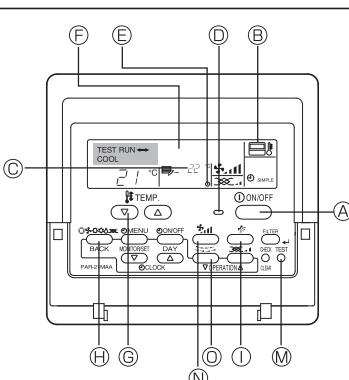

Fig. 7-1
7.2.1. ใช้รีโมทคอนโทรลแบบมือถือ (Fig. 7-1)
- ① กดปุ่ม Power ที่ปุ่มตั้งอุณหภูมิ 12 ชั่วโมง ท่อนทดสอบการทำงาน
- ② กดปุ่ม [TEST] 2 ครั้ง → หน้าจอแสดงตัวชี้วัดค่าว่า "TEST RUN"
- ③ กดปุ่ม [Pump selection] และเลือกโหมดที่ทำความเย็น